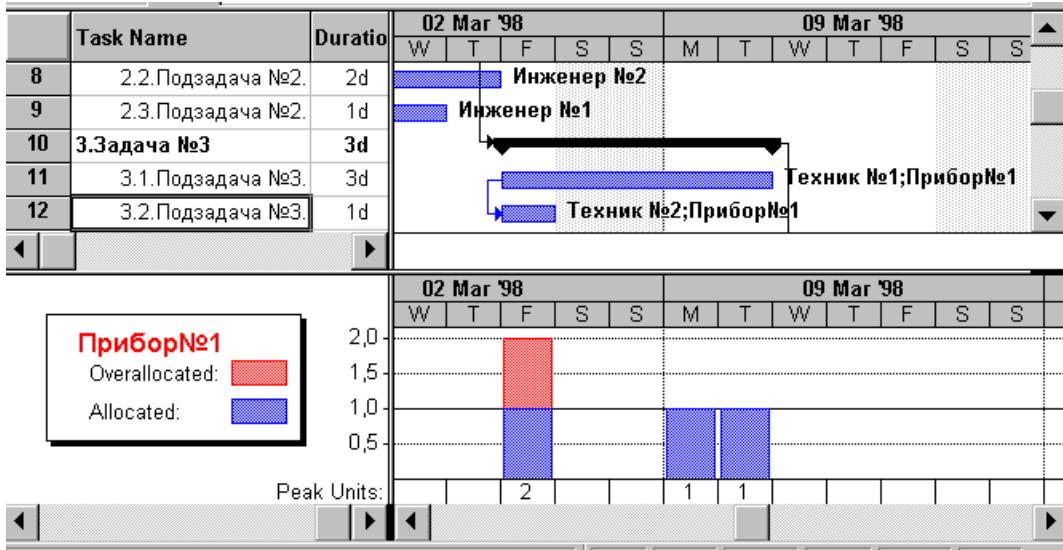

Рис.4.6.
- 4.2. Назначить эти ресурсы совместно с людскими ресурсами «Техник №1» и «Техник №2» подзадачам 3.1. и 3.2. (строки 11 и 12) аналогично тому, как показано на Рис.4.6. в верхней его части. При возникновении предупреждающего сообщения, прочитав, игнорировать его и продолжить назначение ресурса.
- Просмотр графика ресурсов (подобно тому, как показано в нижней части Рис.4.6.).
- Просмотр совмещенных диаграммы Ганта и Графика ресурсов как показано на Рис.4.6.